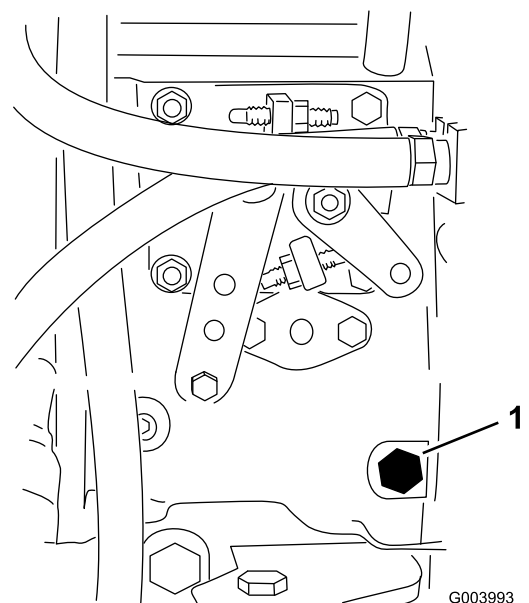

图 36
3. 用 12mm 扳手打开燃油喷射泵 图 36上的排气螺丝。